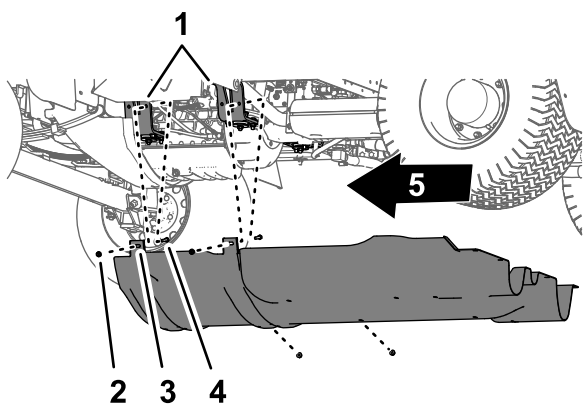

Figure 65
2. Retirez les 4 contre-écrous à embase (5/16 po) des boulons et le boulon de carrosserie qui fixent les pattes de montage du carénage de soubassement aux supports du moteur de la machine (Figure 65).
- Déposez le carénage de soubassement de la machine (Figure 64 et Figure 65).
- Alignez le carénage de soubassement sur le châssis inférieur de la machine; voir Figure 65 sous Dépose du carénage de soubassement \(page 55\).
- Engagez les pattes de montage du carénage de soubassement sur les boulons et le boulon de carrosserie des supports du moteur de la machine; voir Figure 65 sous Dépose du carénage de soubassement \(page 55\).
- Fixez le carénage de soubassement aux supports du moteur et aux boulons (Figure 65) à l'aide des 4 contre-écrous à embase (5/16 po) que vous avez retirés à l'opération 2 de Dépose du carénage de soubassement \(page 55\).